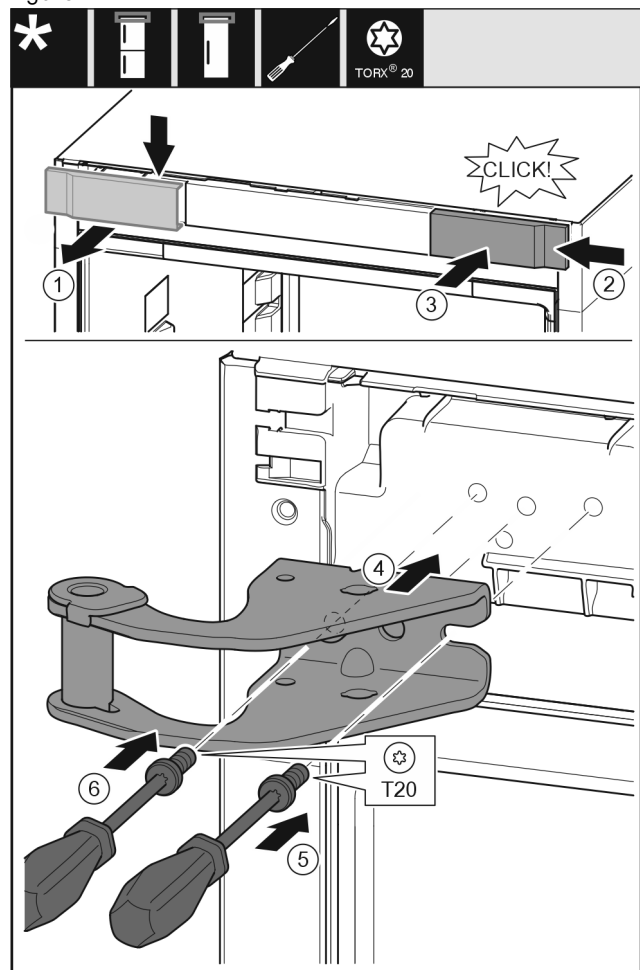

Fig. 31
- Hiqni kapakun mbulues nga lart duke e tërhequr përpara. Fig. 31 (1)
- Futni kapakun të rrotulluar me 180°, në anën tjetër nga e djathta. Fig. 31 (2)
- Mbërtheni në vend kapakun mbulues. Fig. 31 (3)
- Vendosni bazamentin mbështetës të sipërm. Fig. 31 (4)
- Vendosi vidën me një kaçavidë T20 dhe shtrëngojeni fort. Fig. 31 (5)
- Futni në vend vidën me një kaçavidë T20 dhe shtrëngojeni fort. Fig. 31 (6)